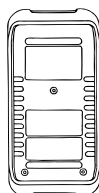

Рис. 6.5
5.Защищать лицевую панель прибора на время длительного хранения и транспортировки (рис. 6.5).